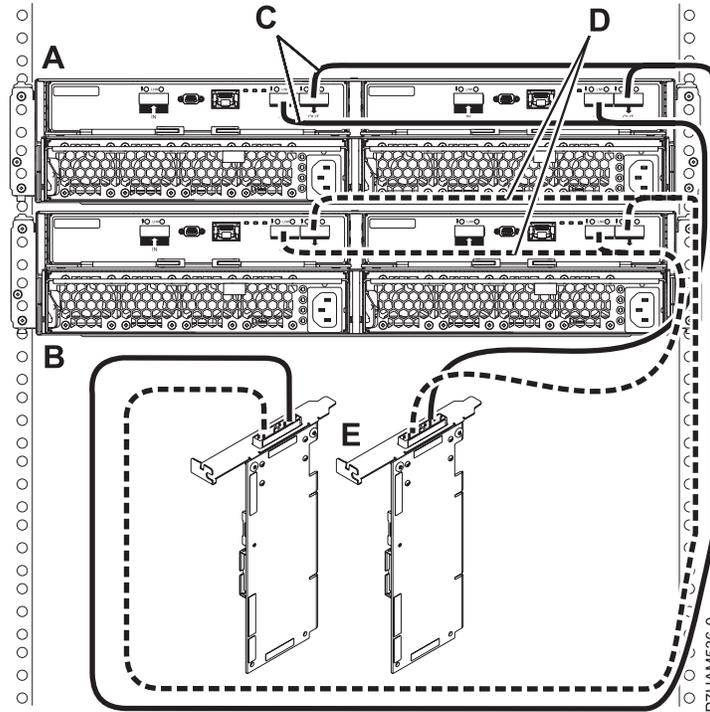

Figura 39. Conexión de la modalidad 1 de dos alojamientos de unidad de disco utilizando cables YO a un par de adaptadores SAS
15. Realice la conexión de la modalidad 1 de dos alojamientos de unidad de disco (A y B) utilizando los cables YO (C y D) a un par de adaptadores SAS (E). Consulte la Figura 39 en la página 41.